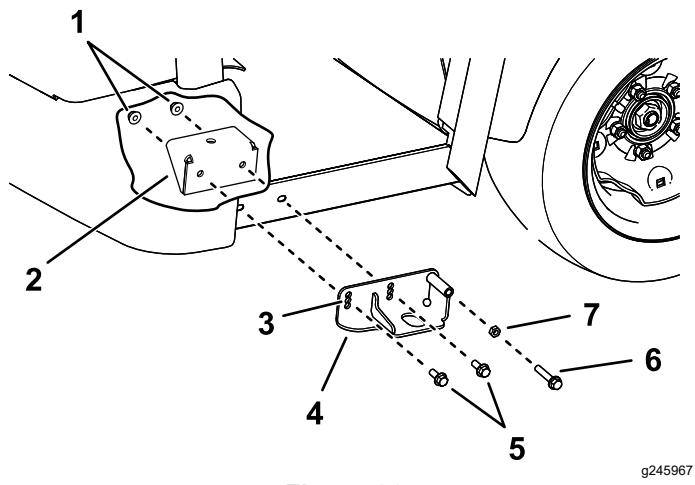

Figura 26
- Instale el conjunto de bastidor izquierdo y el conjunto de bastidor derecho en los soportes de montaje de cabina delanteros con 2 pernos de cabeza hexagonal y arandela prensada (3/8" x 1") y 2 tuercas con arandela prensada (3/8") a cada lado (Figura 26).
- Instale el perno de ajuste (3/8" x 2") y la tuerca hexagonal (3/8") en el conjunto de bastidor izquierdo y en el conjunto de bastidor derecho a cada lado de la máquina (Figura 26).
- Ajuste la cabina de lado a lado, para garantizar que está centrada. Utilice el perno de ajuste (Figura 26) para centrar la cabina.